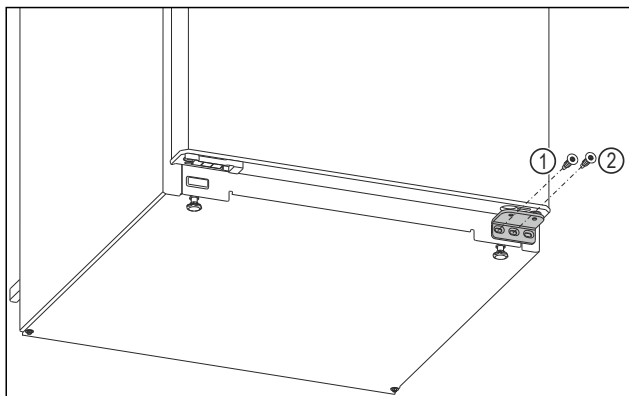

Fig. 6
- Šroubovákem Torx 20 vyšroubujte vnitřní šroub na spodním stojanu ložiska. Fig. 6 (1)
- Pomocí šroubováku Torx 20 vyšroubujte prostřední šroub na spodním stojanu ložiska. Fig. 6 (2)